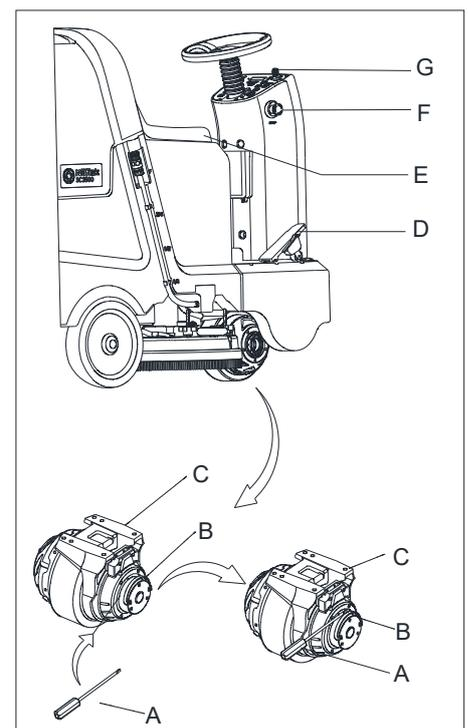

Abbildung 11
- Drehen Sie den Schlüsselschalter (G, Abbildung 11) in die „EIN“ Stellung.
2. Drücken Sie das Beschleunigungspedal (D, Abbildung 11) leicht, lassen Sie es los, um zu prüfen, ob sich die Maschine nach vorne steuern lässt und stoppt.
3. Um sich der Sicherheit zu vergewissern, stellen Sie sicher, dass die Maschine durch das Drücken des Notschalters (F, Abbildung 11) sofort gestoppt wird. Drehen Sie den Notschalter, um ihn wieder einzustellen.
In einigen besonderen Fällen, z. B. beim Ein- und Auspacken der Maschine, bei Maschinenfehlern usw., muss die Maschine bewegt werden, ohne dass der Antriebsmotor läuft. Setzen Sie den Schraubenzieher A (Abbildung 11, A), die Motorbremse (Abbildung 11, B) und den Motor (Abbildung 11, C) ein zwischen den Nuten (Abbildung 11), die Maschinenbremse wird gelöst, die Maschine kann bewegt werden, nehmen Sie den Schraubendreher heraus, andernfalls kann die Maschine nicht gestartet werden.